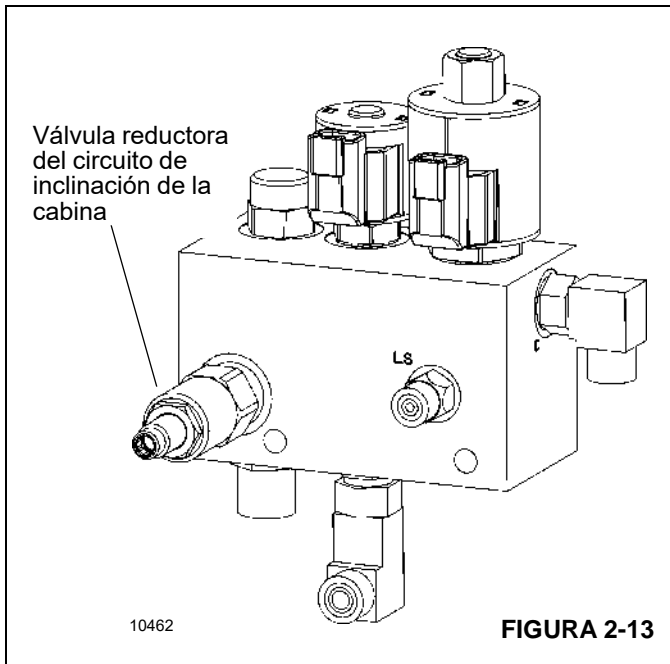

FIGURA 2-13
El circuito de inclinación de la cabina está controlado por una sola válvula reductora (Figura 2-13 y Tabla 2-3) ubicada en el interior de la torreta, cerca de la válvula del colector con un ajuste. La válvula es accionada por un solenoide controlado por un interruptor situado en el apoyabrazos derecho del asiento de la cabina de la grúa.
1. Instale un manómetro con capacidad mínima de 345 bar (5000 psi) en la lumbrera para manómetro GP2 en la válvula de control de sentido. Consulte la Figura 2-13.